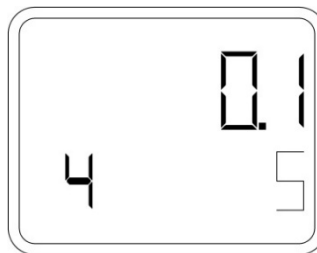

Рисунок 22 – Выбор значения времени демпфирования
- При помощи кнопки «М» зайти в пункт меню 4 (рисунок 22).